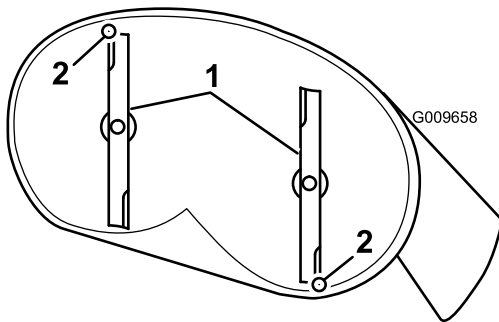
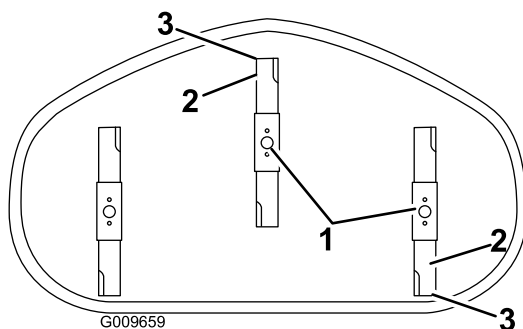

Figura 70
Figura 71
4. Gire cuidadosamente las cuchillas colocándolas en el sentido de avance de la máquina (Figura 70 y Figura 71).
5. Mida entre la punta de la cuchilla delantera y la superficie plana, y entre la punta de la cuchilla trasera y la superficie plana (Figura 70 y Figura 71).
9. Después de realizar el ajuste, compruebe de nuevo la inclinación longitudinal, y siga ajustando la tuerca hasta que la punta de la cuchilla delantera esté entre 1,6 y 7,9 mm más baja que la punta de la cuchilla trasera (Figura 70 y Figura 71).